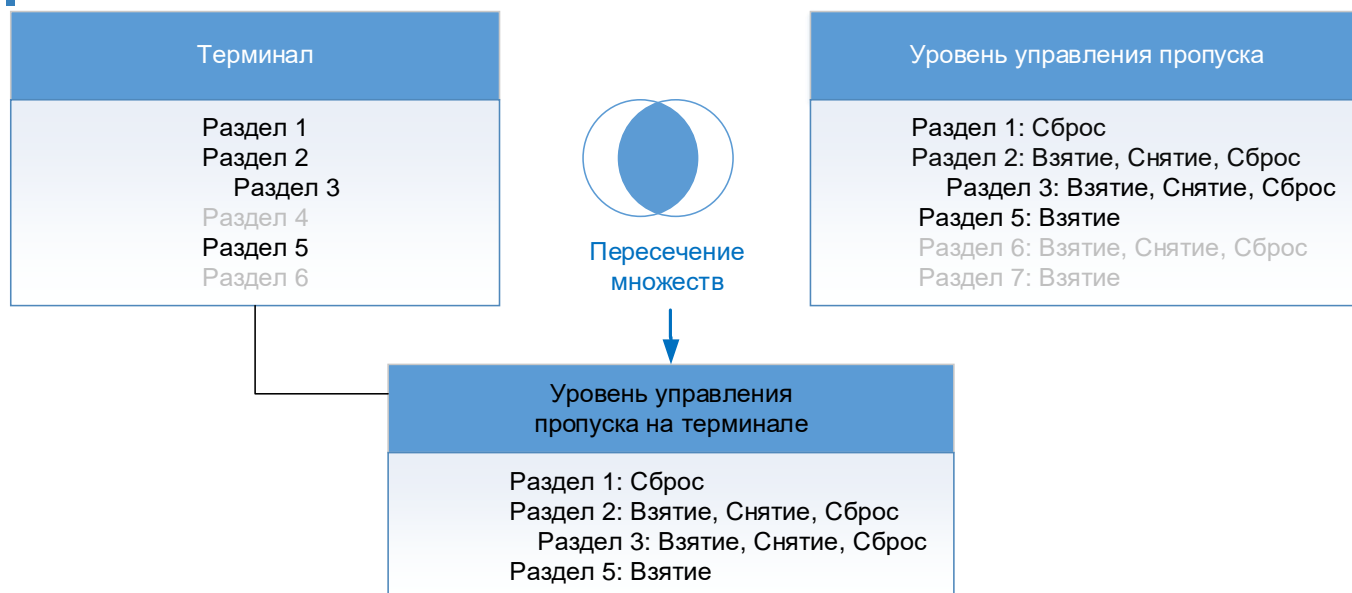

Рисунок 9.100 — Уровень управления пропуска на терминале
**Примечание.** Один пропуск может обладать правами управления разделами с нескольких терминалов. Список разделов сигнализации, с которыми может работать конкретный терминал, задаётся в разделе Терминалы. Права пропуска по управлению разделами на конкретном терминале определяются пересечением множества «привязанных» к терминалу разделов с множеством разделов, заданных уровнем управления пропуска (рисунок 9.100).